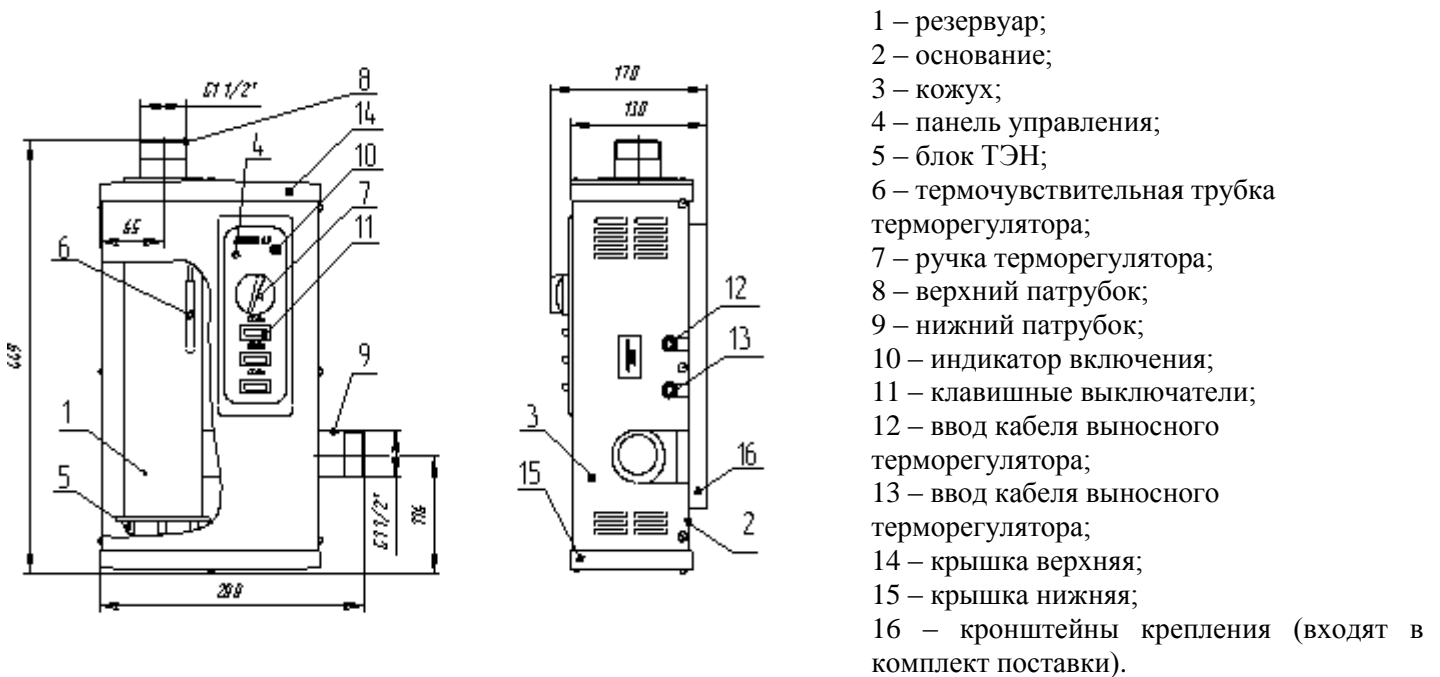

Рисунок 1 – Электрокотёл
5.1 Электрокотёл (см. рис. 1) состоит из основания 2, стального резервуара 1, кожуха 3, панели управления 4, закрепленной на кожухе. На нижнем фланце резервуара смонтирован блок электронагревателей (ТЭНБ) 5, в верхней части резервуара закреплена защитная трубка 6, в которую вставлен термочувствительный баллон капиллярного регулятора температуры.